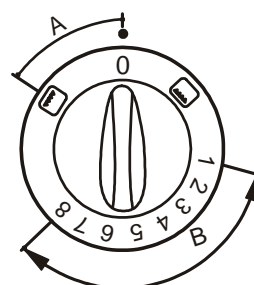

Fig. 20
1. **Le brûleur du four** – tourner le sélecteur au sens inverse des aiguilles d'une montre et mettre le en position quelconque du domaine „B” (fig. 20).
2. **Le brûleur du grill** – tourner le sélecteur (fig. 20) au sens des aiguilles d'une montre et le mettre en position .